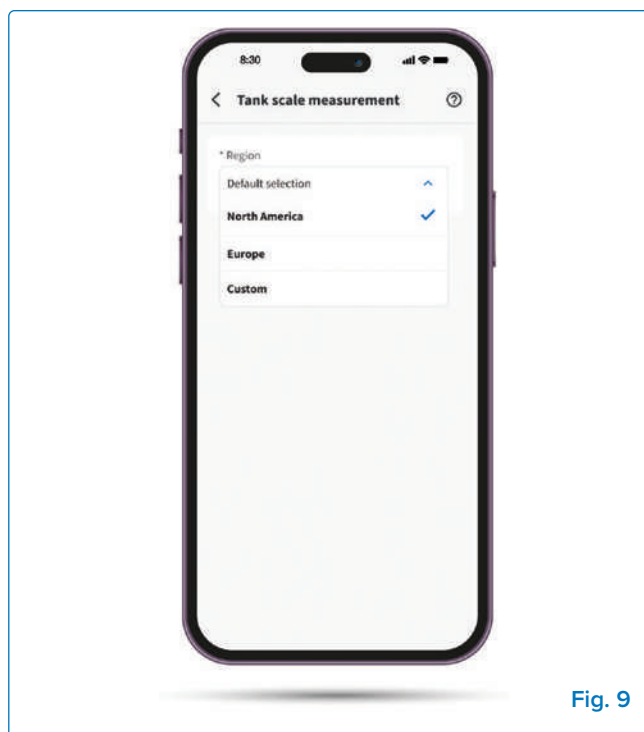

Fig. 9
- Ouvrez l'application Napoleon Home et allez dans la section Balance de la bouteille (Fig. 9).